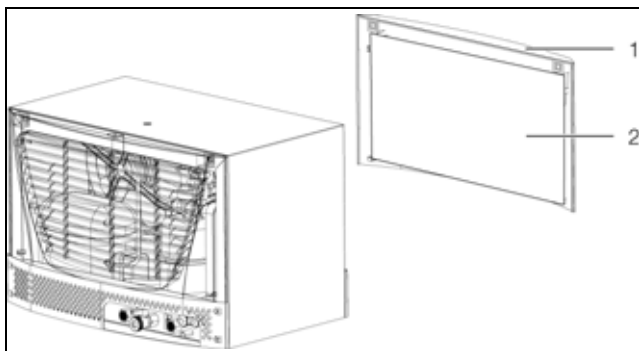

Рис. 48: Установка фильтрующей прокладки (3318.600, 3318.610 и 3319.600, 3319.610)
- Демонтируйте решетку (рис. 48, поз. 1) с передней стороны чиллера (вход воздуха).
- Поместите фильтрующую прокладку (рис. 48, поз. 2, арт. № 3286.510), вовнутрь решетки и установите ее обратно на корпус.